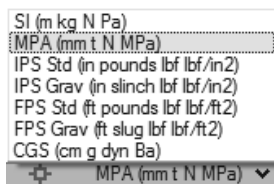

图 12-1
- 5) 请确保单位系统已设置为 MPA (mm t N MPa)，如图 12-1 所示。